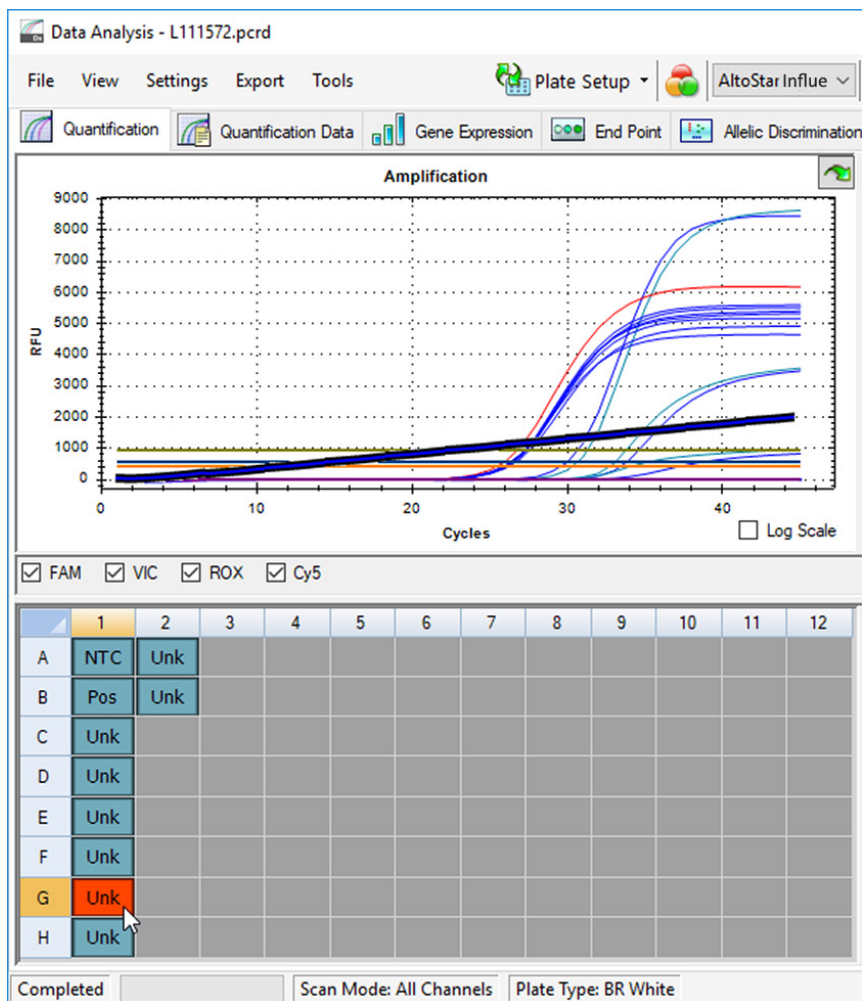

Figure 6: Fenêtre Data Analysis (Analyse des données) : signal PCR irrégulier
2. Identifiez les puits présentant des signaux PCR irréguliers (augmentation linéaire du signal, pics de signal, etc.) dans l'un des canaux de détection FAM™ (cible virus de la grippe A), VIC™ (IC), Cy5 (cible virus de la grippe B) ou ROX™ [cible virus de la grippe A (H1N1)pdm09] (voir la figure 6).